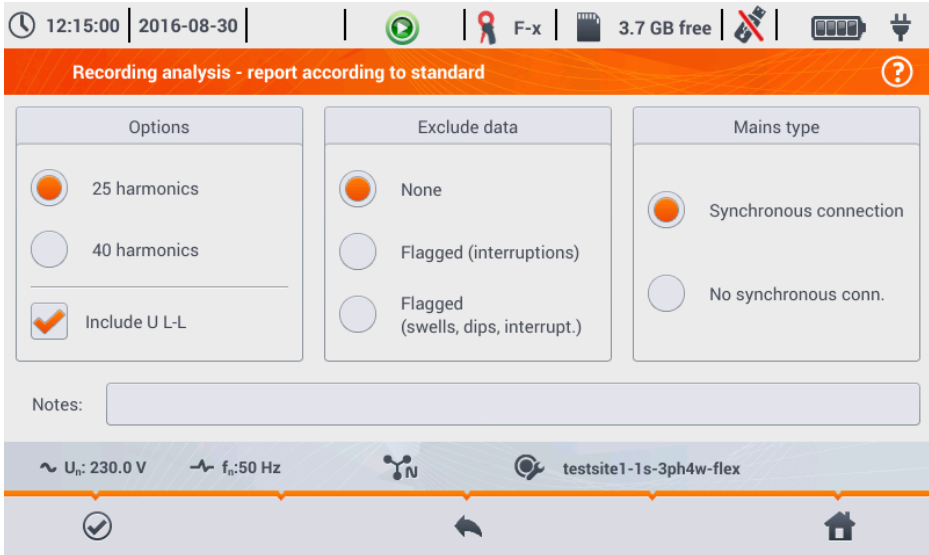

Abb. 26. Analyse der Aufzeichnungen – Optionen des Normberichtes
Die Auswahl des Symbols  in der Gesamtübersicht der Aufzeichnungen öffnet eine neue Ansicht zur Generierung von konformen Normberichten. Wurde eine Aufzeichnung nach entsprechender Profilauswahl einer Norm (z.B. EN50160) durchgeführt, ist es möglich, zu überprüfen, ob die Parameter des getesteten Netzes den Anforderungen der Norm entsprechen und einen Bericht zu erstellen. Gleichzeitig wird dazu eine Datei des erstellten Berichtes generiert. (Abb. 26).
- Anzahl der ausgegrenzten Aufzeichnungen – Die Gesamtanzahl der nicht berücksichtigten Perioden auf Grund der Abwahl (Siehe Abb. 26) (auf Grund von Unterbrechungen alleine oder Ereignissen aus Spannungsspitzen, Spannungseinbrüchen oder Unterbrechungen).